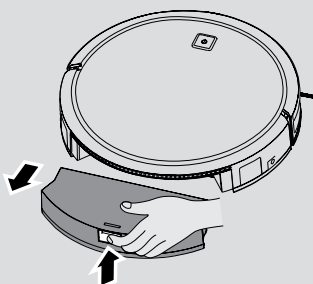

Abb. 17
1. Drücken Sie hierzu den Entriegelungsknopf und ziehen Sie ihn heraus. **[Abb. 17]**
2. Drücken Sie die Freigabetaste für den Staubbehälter und nehmen Sie den Staubbehälter aus dem Saugroboter. **[Abb. 17]**